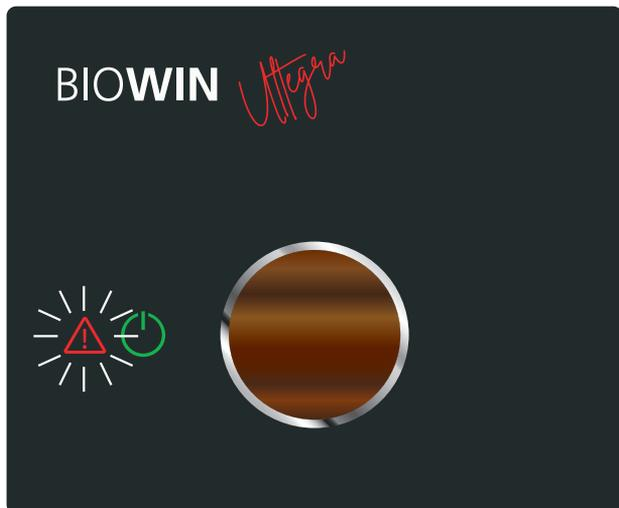

Fig. 6
- ▶ Si le problème est résolu, le message peut être désactivé en tournant d'abord le bouton myMagic sur le symbole ARRÊT , le symbole ARRÊT  s'allume en vert, le symbole  clignote ou s'allume en blanc, jaune ou rouge – Fig. 6.